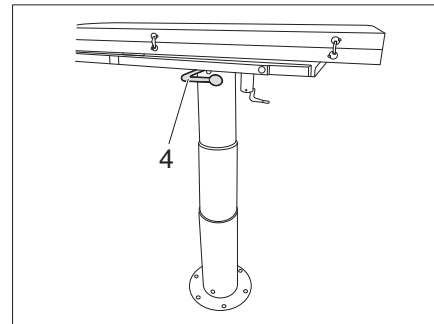

Bild 126 Klapptisch, absenkbar
- Hebel (Bild 126,4) für Tischabsenkung lösen und Tisch nach unten drücken.